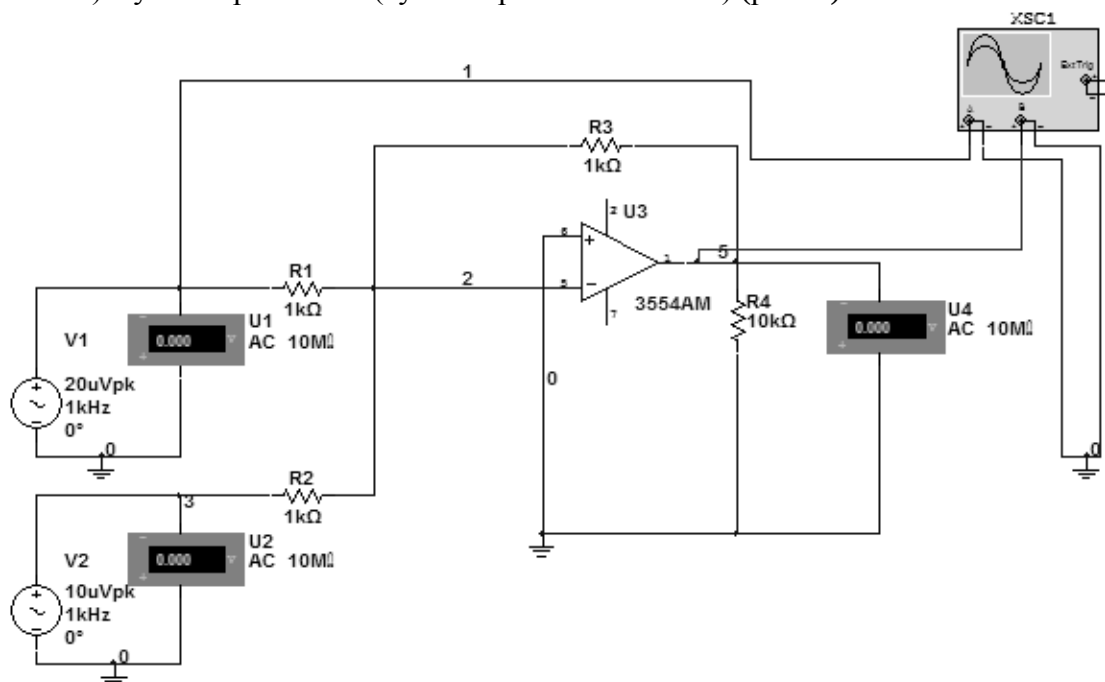

Рис. 9
5) сумматора на ОУ (сумматор на ОУ с ООС) (рис. 9).